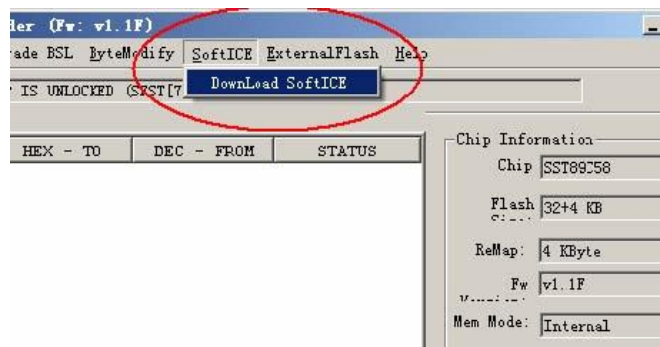

图7. 选择下载仿真监控程序
2. 在界面菜单中选择“SoftICE” -> “Download SoftICE”。如图7所示。